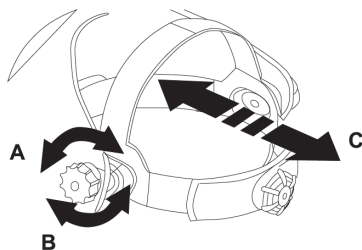

Рисунок 6. Регулювання відстані маски
- послабити гайки-фіксатори наголовника, обертаючи гайки у напрямку, протилежному руху годинникової стрілки «А» (рис. 6) у такий спосіб, щоб наголовник вільно міг рухатися по напрямних;